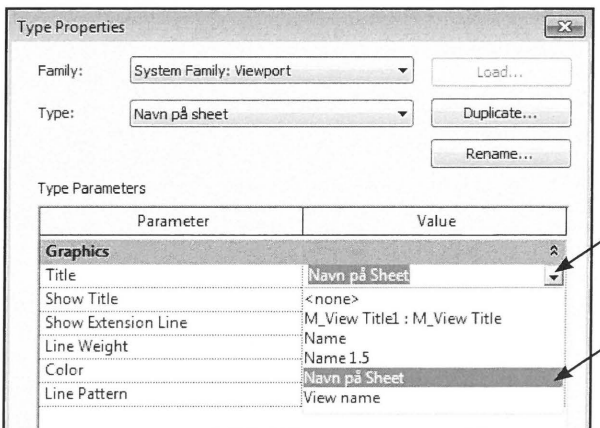

Fig. 03.58. Find den oprettes *View Title* på listen
- Ud for *Profile* findes den oprettede *View Title* (Fig. 03.58).